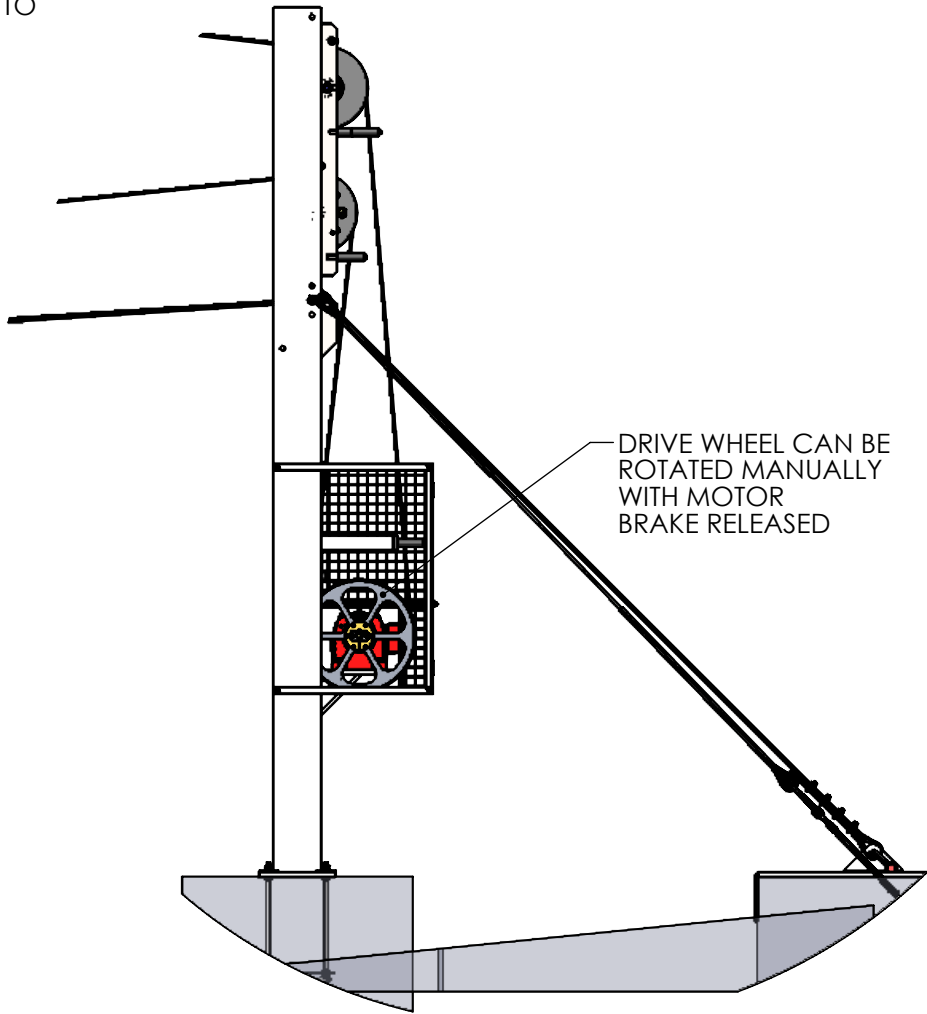

FIGURE 2
- RELEASE MOTOR BRAKE. IF GRAVITY ALONE IS NOT ENOUGH, ROTATE DRIVE WHEEL MANUALLY TO PULL THE CART DOWN (SEE FIGURE 2).